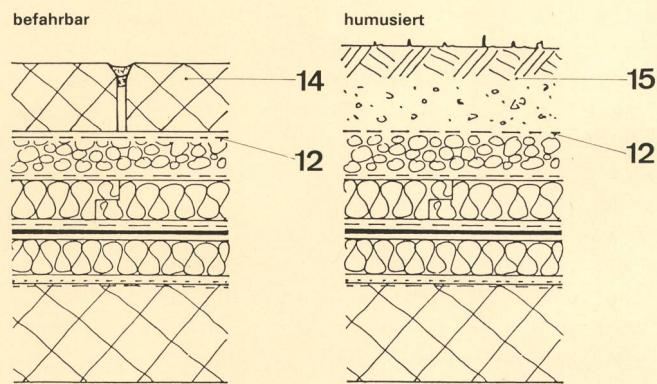

Fig. 13
- Dachhaut immer über Krone ziehen (*Fig. 13*).